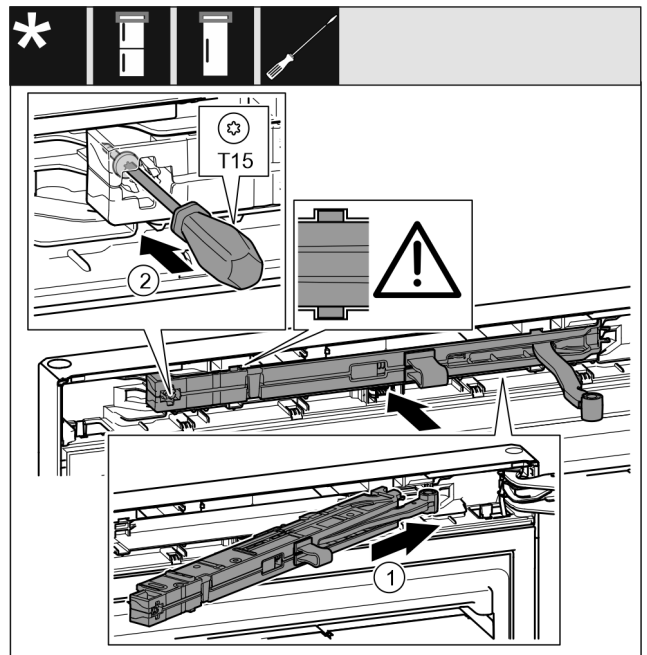

Fig. 23
- ▶ Sluitdempereenheid aan de zijde van de lagerbus tot de aanslag schuin in de uitsparing schuiven. Fig. 23 (1)
- ▶ Schroef met een schroevendraaier T15 vastschroeven. Fig. 23 (2)